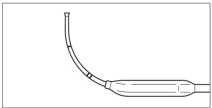

Figura 6: Curvatura frontal
- **Seios Frontais:** em caso de tratamento de recessos frontais, recomenda-se uma curva com um grande raio, semelhante a um explorador de seio frontal (Figura 6). Esta forma/curva está incluída na embalagem.